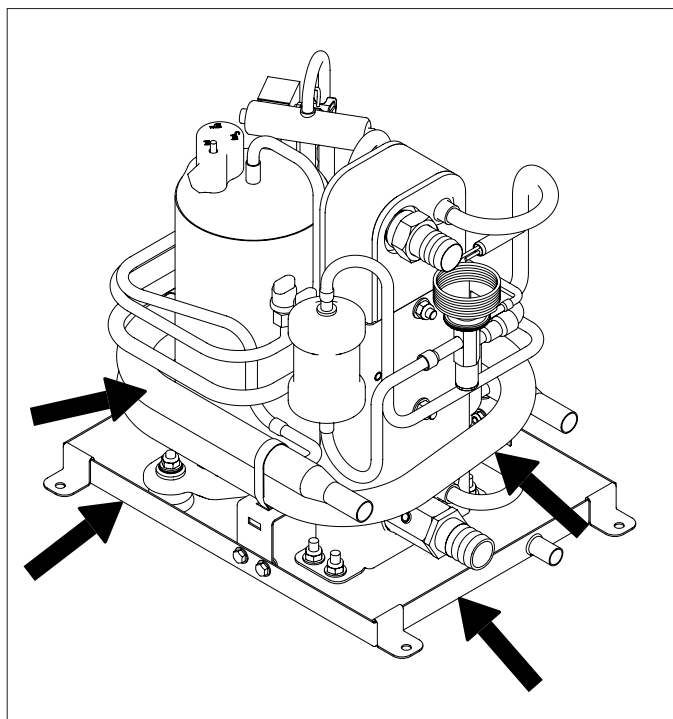

Abb.6 Gerät transportieren
- ▶ Bei schweren Anlagen stets eine Hebeeinrichtung mit Tragegeschirr verwenden. Siehe Abb.6.